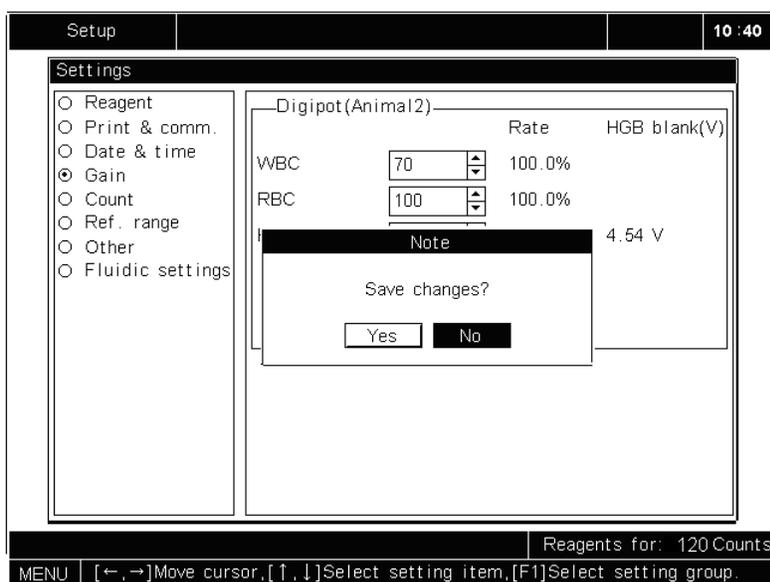

Рисунок 5-22 Сохранение настроек
2. Нажать [MENU] и появится сообщение, которое предложит Вам сохранить настройки, как показано на рис. 5-22. Нажмите **“Yes”**, чтобы сохранить изменения и выйти в системное меню; или нажмите **“No”**, чтобы выйти в системное меню без сохранения.